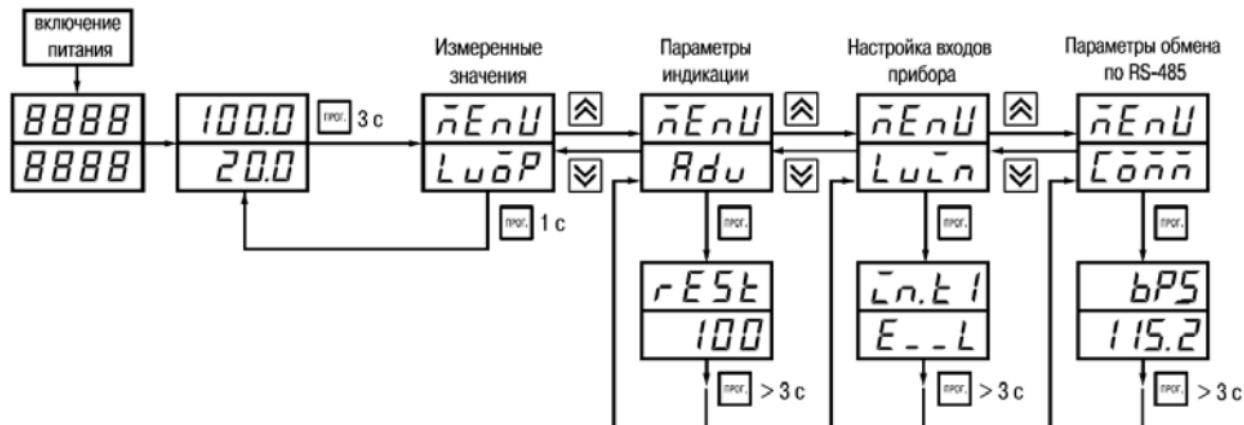

Рисунок 7.1
7.1.2 Основные параметры прибора TPM200 объединены в 4 группы *ЛюдP*, *Rdu*, *ЛюЛп* и *Лонн*, составляющие меню прибора (рисунок 7.1). Полный список программируемых параметров приведен в Приложении Б.